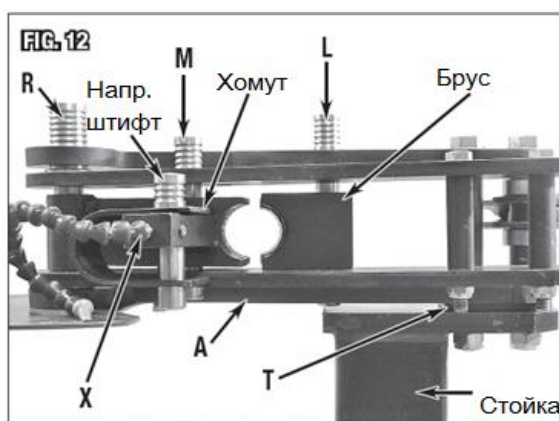

Рис. 12
формы, затем, в зависимости от размера формы, добавить палец хомута (Y или Z) Ø7/8"x4" [Ø22x100 мм или 75 мм], чтобы зафиксировать его (Рис. 12).
4. Установить брус соответствующего размера между верхней и нижней пластинами рамы, затем установить направляющий штифт (L) Ø7/8"x6-3/4" [Ø22x172 мм] в соответствующее отверстие, чтобы зафиксировать его (Рис. 12).
6. Пропустить направляющий штифт (M) Ø7/8"x5-3/8" [Ø22x136 мм] через отверстие в наружной кромке формы (рядом с хомутом) для выравнивания с формой в узле приводного звена (Рис.12).
7. Ввернуть основание указателя угла (X) в резьбовое отверстие М9 на торце квадратного блока смещения формы (Рис.12).